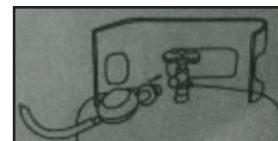

Fig. 1
1. Rotiți supapa unghiulară a buteliei de gaz la dreapta în poziția complet închisă și introduceți supapa de reducere a presiunii în supapa unghiulară a buteliei de gaz. (Fig. 1)